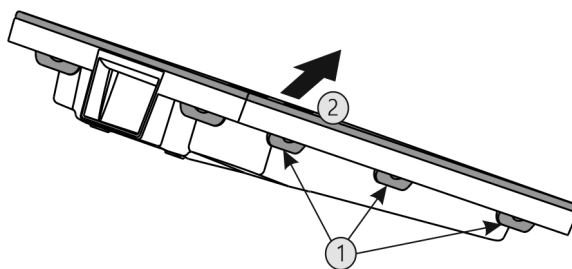

Fig. 41
- ▶ Appuyer sur toutes languettes Fig. 41 (1) l'une après l'autre et enlever le couvercle Fig. 41 (2).